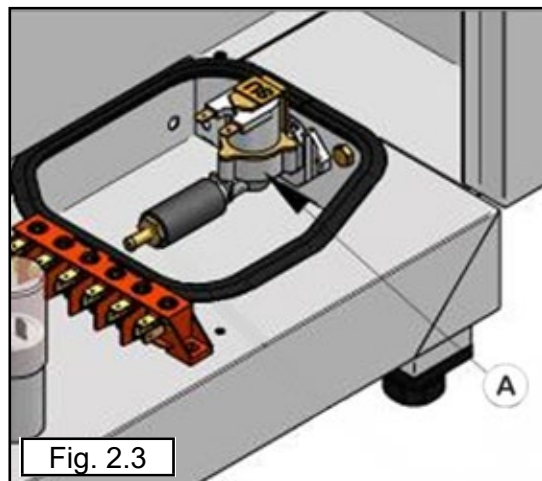

Fig. 2.3
Dans les modèles Convection + Humidification, l'électrovalve (B) alimente le système de génération de vapeur dans le mode Mixte (Fig. 2.3).
| Réglage débit eau cycle mixteFig. 2.3                      | Ø 0.4 mm                 | Ø 0.4 mm                 | Ø 0.5 mm                 |
| Réglage débit eau cycle mixte et cyclevapeur Fig. 2.3 | Ø 0.4 mm                 | Ø 0.4 mm                 | Ø 0.5 mm                 |